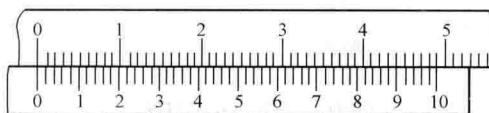

图2-6 游标卡尺的刻线原理
(1) 刻线原理 分度值为 0.02mm 的卡尺，尺身1格为 1mm ，当两测量爪并拢时，尺身上的 49mm 正好对准游标上的50格（图2-6）。则游标每1格的值为 $49\text{mm} \div 50 = 0.98\text{mm}$ ，尺身与游标每1格相差的值为 $1\text{mm} - 0.98\text{mm} = 0.02\text{mm}$ 。
(2) 使用方法